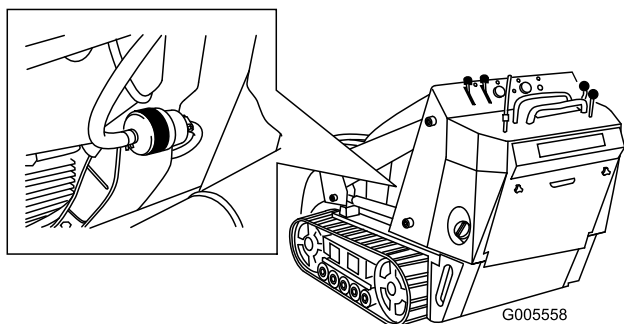

Figure 37
4. Raccordez les conduites d'alimentation de chaque côté du filtre avec des colliers (Figure 37).
5. Pincez les extrémités des colliers et éloignez les colliers du filtre (Figure 37).